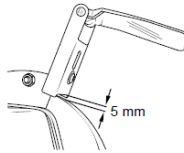

Рис.4 Установка защитного экрана
7.5. Щиток защитного экрана установить так, чтобы зазор между шлифовальным кругом и приставным щитком был не более 5 мм, см.рис.4.